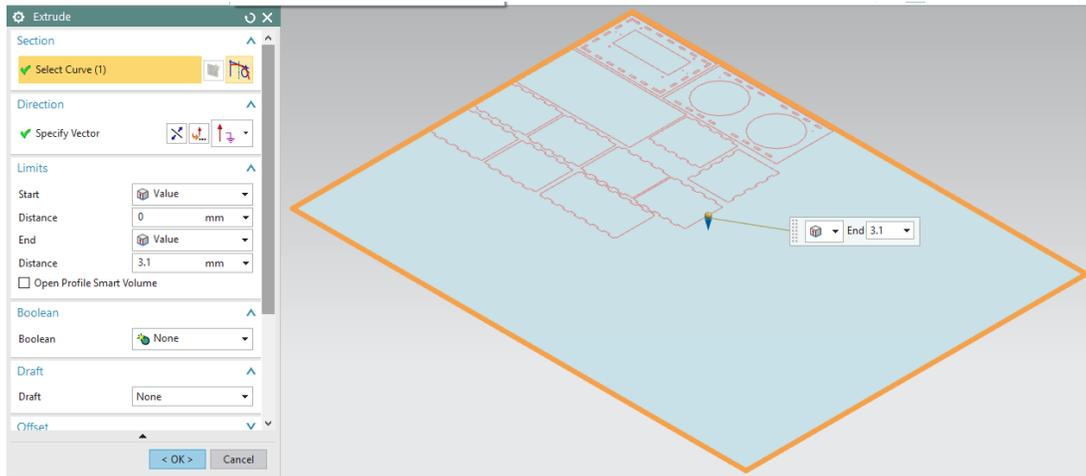

Figura 3.10 Extrusión del marco que contiene las piezas.
- Seleccionar el marco que contiene todas las geometrías y realizar una extrusión de 3.1 mm en dirección -ZC (Figura 3.10).